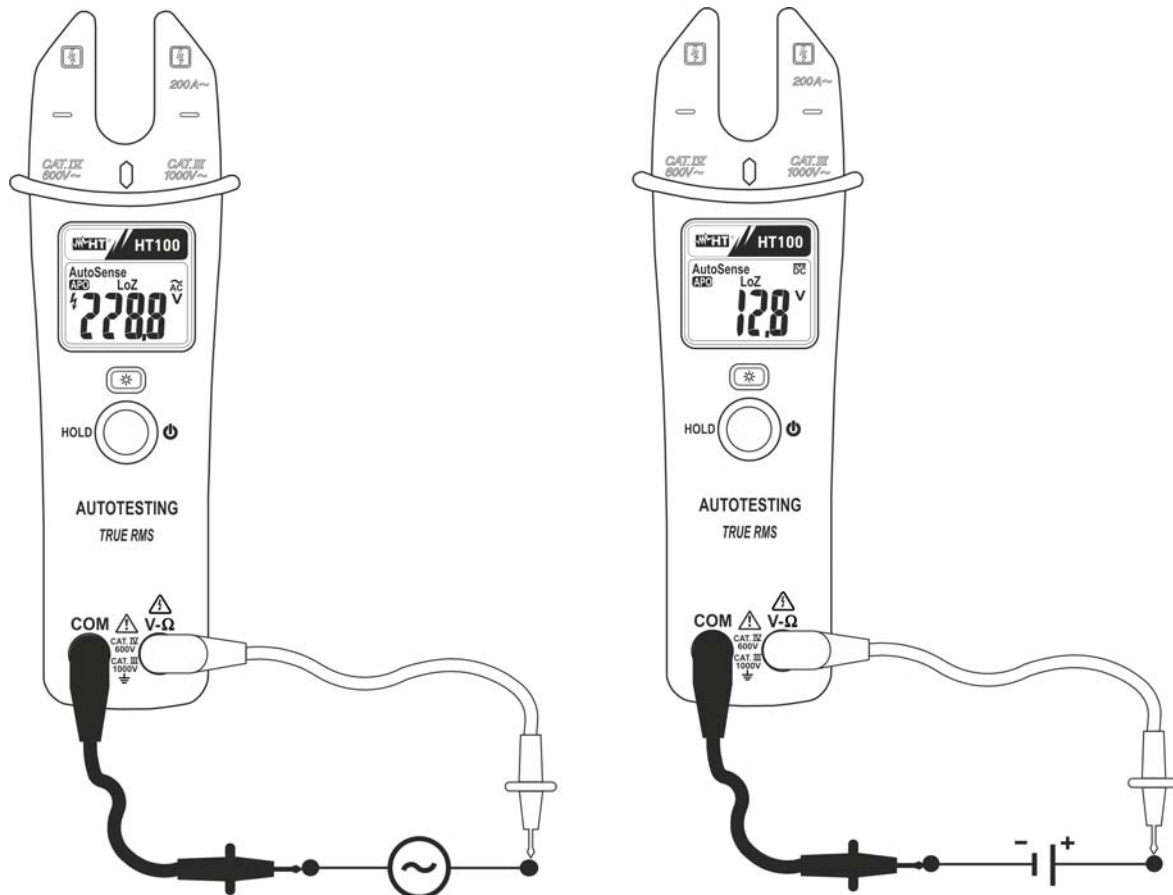

Fig. 3: Uso della pinza in misure di tensione AC e DC
2. Posizionare i puntali nei punti desiderati del circuito in esame (vedere Fig. 3). Il valore della tensione è visualizzato sul display. La pinza seleziona automaticamente l'indicazione AC o DC in funzione della tensione in ingresso
4. La visualizzazione del simbolo "-" sul display dello strumento indica che la tensione DC ha verso opposto rispetto alla connessione di Fig. 3